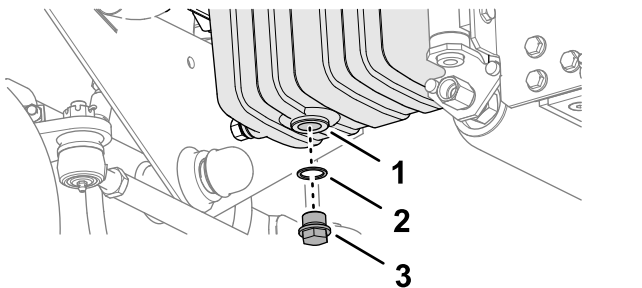

Figura 66
3. Scoateți buoul de golire i lăsați uleiul să curgă într-o tavă de golire (Figura 66).